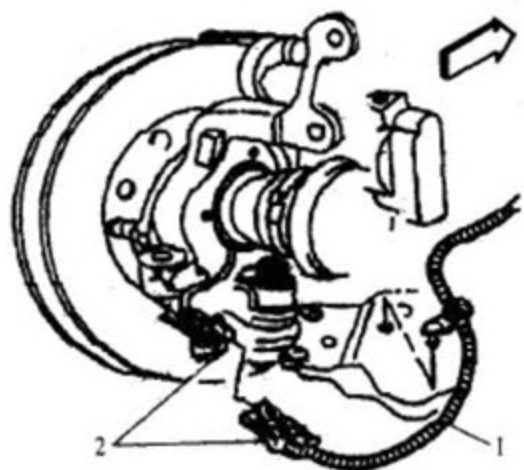

图 1-9 分离车轮速度传感器
(1) 前轮毂总成的拆卸
- ① 升起并适当支撑车辆, 拆卸车轮总成。
- ② 如图 1-9 所示, 断开车轮速传感器插接器, 从托架上拆卸车轮速度传感器。